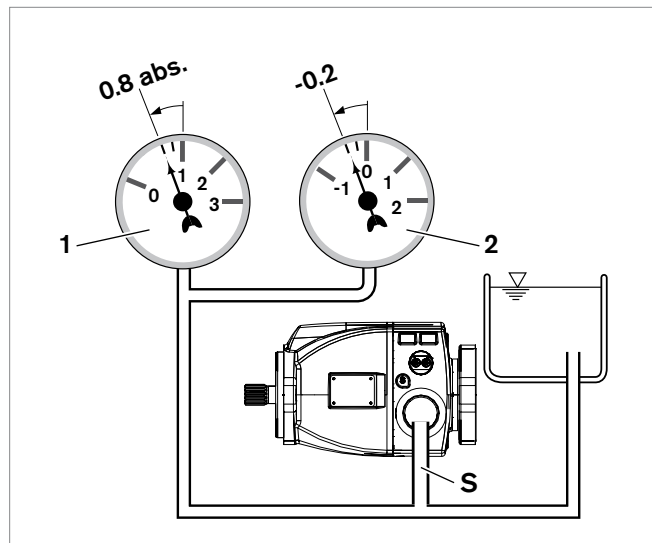

Abb. 6: Saugdruck
- Stellen Sie sicher, dass für die Axialkolbenpumpe in allen Einbaupositionen und Einbaulagen im Betrieb ein minimaler Saugdruck von 0,8 bar absolut am Anschluss **S** vorliegt, siehe Abb. 6. Beachten Sie, dass die im Datenblatt angegebenen Werte zur maximalen Drehzahl für einen Saugdruck von 1 bar absolut am Sauganschluss **S** gelten. Weitere Druckwerte siehe Datenblatt.